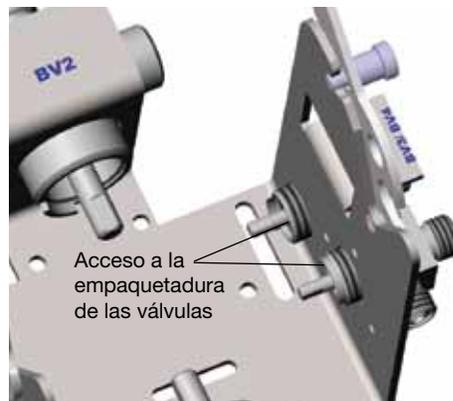

Fig. 6
- Ajuste la empaquetadura de la válvula según la *Tarjeta de ajuste de la empaquetadura de las válvulas de bola serie 40G*, página 28. Fig. 6.